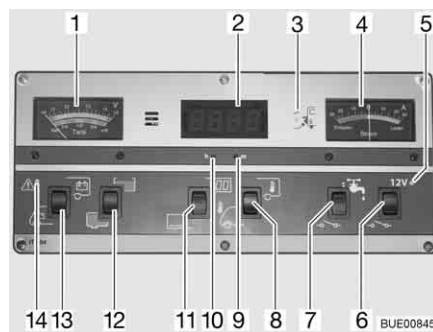

Bild 104 Panel IT 994
Beim Anzeigeeinstrument V/Tank (Bild 104,1) die obere Skala beachten. Das Anzeigeeinstrument wird automatisch beleuchtet, sobald ein Schalter gedrückt wird.
- Wippschalter (Bild 104,13) unten drücken: Die Batteriespannung der Starterbatterie wird angezeigt.
- Wippschalter (Bild 104,13) oben drücken: Die Batteriespannung der Wohnraumbatterie wird angezeigt.
Beim Anzeigeelement V/Tank (Bild 104, 1) die untere Skala beachten. Das Anzeigeelement wird automatisch beleuchtet, sobald ein Schalter gedrückt wird.
- Wippschalter (Bild 104,12) oben drücken: Die Wassermenge wird angezeigt.
- Wippschalter (Bild 104,12) unten drücken: Die Abwassermenge wird angezeigt.
Die rote Warnleuchte ALARM (Bild 104,14) blinkt, sobald die Spannung der Wohnraumbatterie 11 V (Messung im laufenden Betrieb) unterschreitet und damit Tiefentladung droht.
Einschalten: ■ Wippschalter (Bild 104,11) oben drücken: Digitaluhr-Anzeige ist eingeschaltet. Temperaturanzeige ist betriebsbereit.
Ausschalten: ■ Wippschalter (Bild 104,11) unten drücken: Digitaluhr-Anzeige und Temperaturanzeige sind ausgeschaltet.
- Mit einem dünnen Gegenstand, z. B. Kugelschreibermine, in die Öffnung für die Stundenanzeige (Bild 104,10) drücken, bis die gewünschte Stundenzahl angezeigt wird.
- Mit einem dünnen Gegenstand, z. B. Kugelschreibermine, in die Öffnung für die Minutenanzeige (Bild 104,9) drücken, bis die gewünschte Minutenzahl angezeigt wird.
- Wippschalter (Bild 104,8) oben drücken: Die Innentemperatur wird angezeigt.
- Wippschalter (Bild 104,8) unten drücken: Die Außentemperatur wird angezeigt.
Am Anzeigeelement Strom (Bild 104,4) wird ständig der aktuell fließende Batteriestrom angezeigt. Das Anzeigeelement wird automatisch beleuchtet, sobald ein Schalter gedrückt wird.
Der 12-V-Hauptschalter (Bild 104,6) schaltet das Panel und die 12-V-Versorgung des Wohnraums ein und aus.
- Wippschalter (Bild 104,6) oben drücken: Die 12-V-Versorgung des Wohnraums ist eingeschaltet. Die Kontroll-Leuchte (Bild 104,5) leuchtet grün.
- Wippschalter (Bild 104,6) unten drücken: Die 12-V-Versorgung des Wohnraums ist ausgeschaltet. Die Kontroll-Leuchte (Bild 104,5) erlischt.
Die 12-V-Kontroll-Leuchte (Bild 104,5) leuchtet, wenn der 12-V-Hauptschalter (Bild 104,6) eingeschaltet ist.
Die gelbe 230-V-Kontroll-Leuchte (Bild 104,3) leuchtet, wenn am Eingang des Elektroblocs Netzspannung vorhanden ist.
Einschalten: ■ Wippschalter (Bild 104,7) oben drücken: Die Wasserversorgung ist eingeschaltet.
Ausschalten: ■ Wippschalter (Bild 104,7) unten drücken: Die Wasserversorgung ist ausgeschaltet.